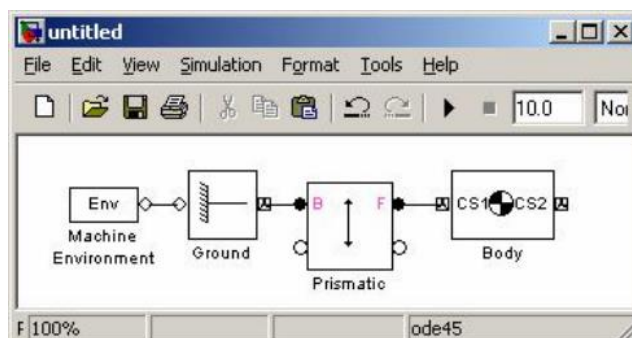

Рис. 8.9. Модель механической системы с блоком Machine Environment
3. Блок **Machine Environment** представляет собой настроечный блок параметров механической среды моделирования для машины (механизма). Блок Machine Environment связан с механическим блоком Ground (рис. 8.9).
Кроме того, в разделе Joints присутствуют два дополнительных подраздела: Disassembled Joints (разобранные сочленения) и Massless Connectors (безинерционные соединители), которые будут рассмотрены ниже. Любой блок раздела Joints при перетаскивании его мышью в окно модели будет иметь два обязательных порта входа/выхода, которые обозначаются индексами В (Base, база) и F (Follower, последующий, см. рис. 8.9). Эти порты нельзя убрать, и они обязательно должны быть соединены: порт В с блоком Body, представляющим первое тело, порт F с блоком Body, представляющим последующее тело, которое движется относительно первого.